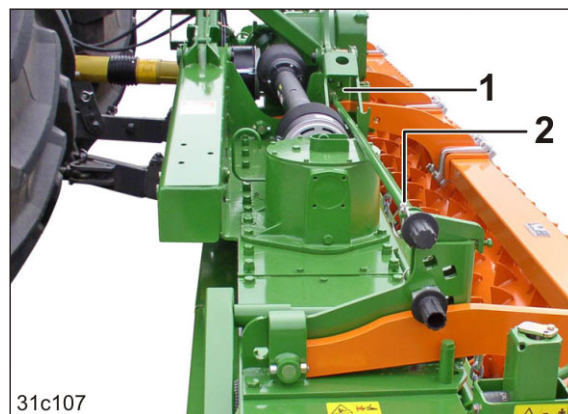

Рис. 82
6. Вставьте пальцы регулировки глубины (Рис. 82/1).